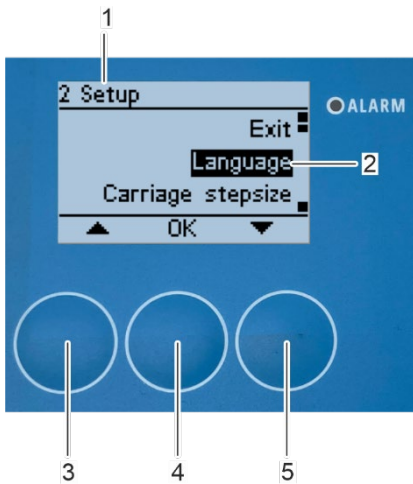

Abbildung 124: Auswahl des Untermenüs „Sprache“
⇒ Das Untermenü „21 Sprache“ erscheint auf dem Bildschirm (Abbildung 124/1)
3. Wählen Sie die bevorzugte Sprache (Abbildung 124/2) mit den Pfeiltasten [nach oben] (Abbildung 124/3) und [nach unten] (Abbildung 124/5) aus.
4. Bestätigen Sie die Auswahl mit [OK] (Abbildung 124/4).